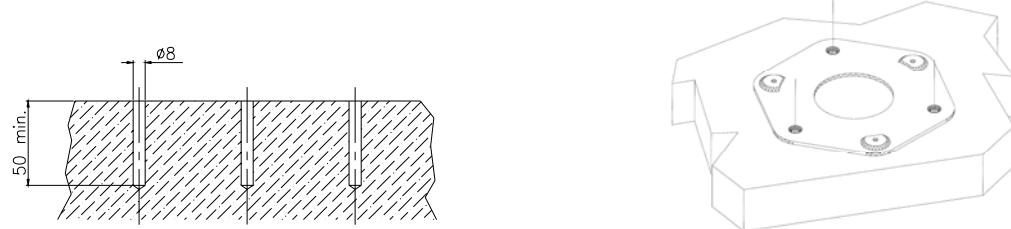

Abb.1
- Mit einer Bohrspitze Durchmesser 8 mm und unter Verwendung der Platte FMC-CBL als Bohrschablone ein Loch in den Boden bohren (Abb.1);